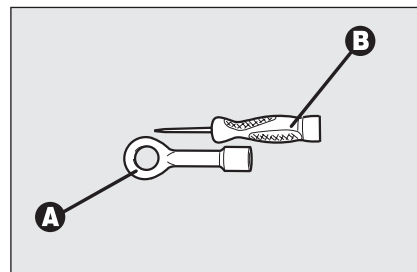
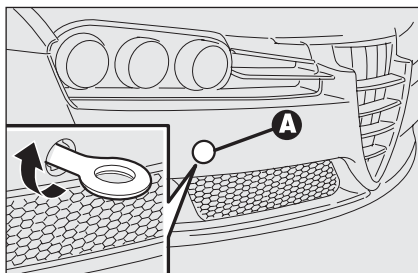

fig. 64
fig. 65
- ☐ saque la argolla de remolque **A-fig. 64** de la caja del Fix&Go automatic.
- ☐ quite el tapón **A-fig. 65** montado a presión en el parachoques delantero. Para realizar esta operación, en caso de que utilice el destornillador de punta plana en dotación **B-fig. 64**, es necesario cubrir la punta con un paño suave para no dañar el coche.